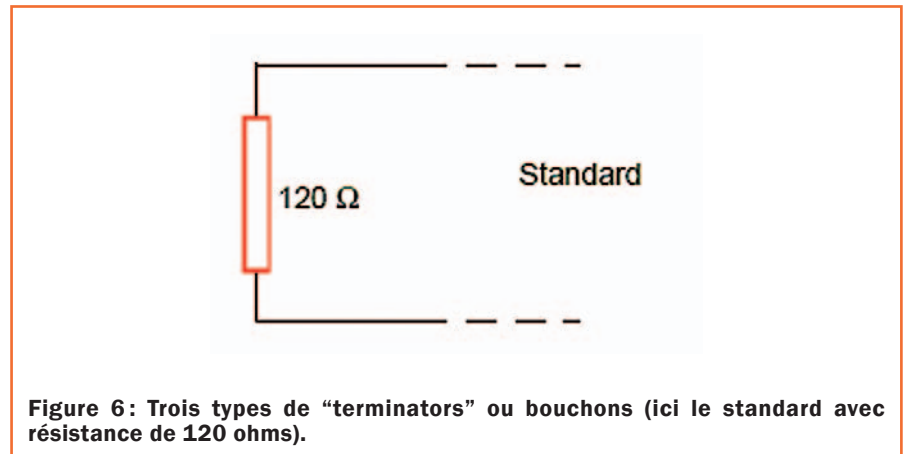

Figure 6: Trois types de "terminators" ou bouchons (ici le standard avec résistance de 120 ohms).
diminuer la vitesse de transmission. L'augmentation de la longueur du bus implique en effet un allongement du retard de propagation du signal or, au delà de certaines limites, cela occasionne un arbitrage erroné du canal. Afin d'éliminer la réflexion du signal, on place des "terminators" ou bouchons à chaque extrémité du bus (résistances de 120 ohms). Ces bouchons sont de trois types (voir figures 6 à 8) :
- 1) **Standard** : bouchons constitués d'une seule résistance de 120 ohms (figure 6).